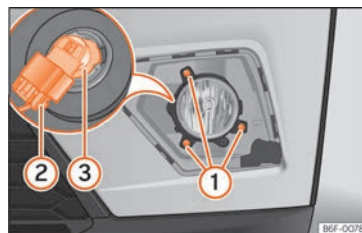

Fig. 106 Phare antibrouillard : dépose du support d'ampoule
2. Retirez les 3 vis » fig. 106 ① avant d'extraire le phare antibrouillard.
3. Retirez le connecteur ② de l'ampoule.
4. Tournez le porte-ampoule ③ vers la gauche puis tirez.